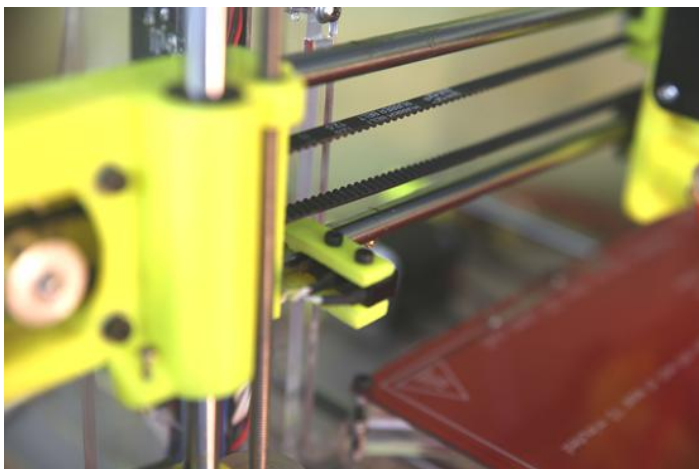
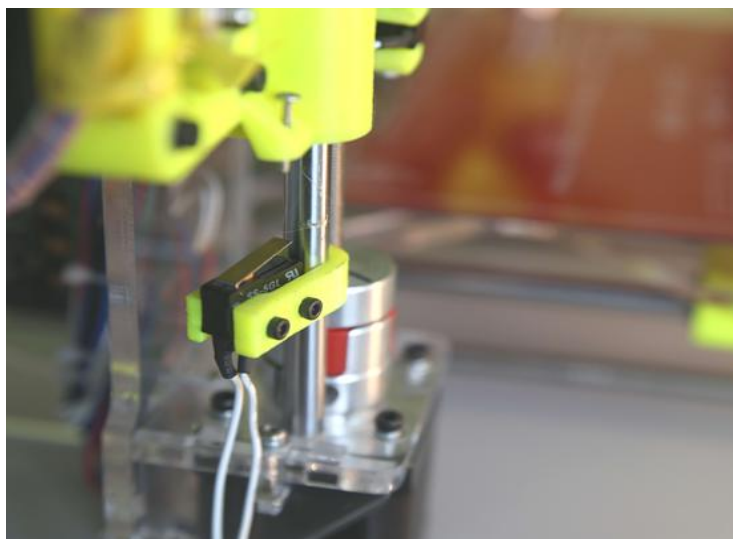

图 5-32 X 轴限位开关安装
图 5-34 Z 轴限位开关安装
1) 分别安装 X、Y、Z 轴限位开关。把限位开关夹子穿过光轴，然后把限位开关放到夹子里，用螺钉固定就可以了。图 5-32～图 5-34 分别是 X 轴、Y 轴、Z 轴限位开关安装。